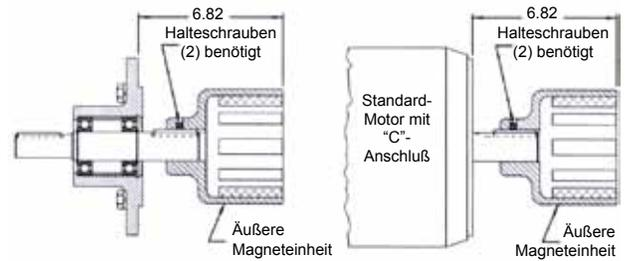
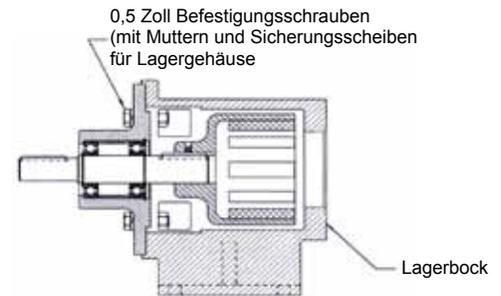

ABBILDUNG 32
ABBILDUNG 33
- Inspizieren Sie die Magneten, um sicherzustellen, daß keine Fremdkörper angezogen wurden. Entfernen Sie alle Fremdkörper. Positionieren Sie die äußere Magneteinheit nach den Maßangaben (**siehe Abbildung 32**). Tragen Sie Loctite auf und ziehen Sie die Befestigungsschrauben gegen die Feder und Welle des Rotor- oder Lagerträgers an.
- Wenn der Lagerbock nicht an einem Sockel befestigt ist, befestigen Sie diesen mit einer Zwinde. (Siehe Abbildung 33). Befestigen Sie den Motor oder Lagerträger am Lagerbock und sichern Sie diesen mit den (4) 0,5 Zoll Befestigungsschrauben. Greifen Sie hinein und drehen Sie die Magneten mit der Hand, um sicherzustellen, daß freier Lauf vorhanden ist. Überprüfen Sie die Maße in **Abbildung 32** oder kontaktieren Sie das Werk, wenn eine Schwergängigkeit vorliegt.